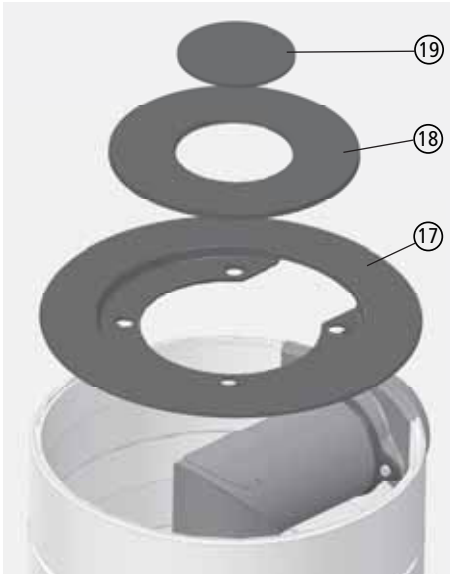

Abb. 3.44 Guss-Abdeckung
- ①7 Guss-Abdeckung einlegen - die Guss-Abdeckung liegt umlaufend im Randprofil des obersten Gussrings - die Aussparung liegt dabei über dem Anschlussflansch (siehe Abb. 3.44),
- ①8 Einleger-Ring in die Guss-Abdeckung einlegen - der Einleger liegt mit 4 Guss-Nocken in den entsprechenden Löchern der Guss-Abdeckung,
- ①9 Blinddeckel einlegen.